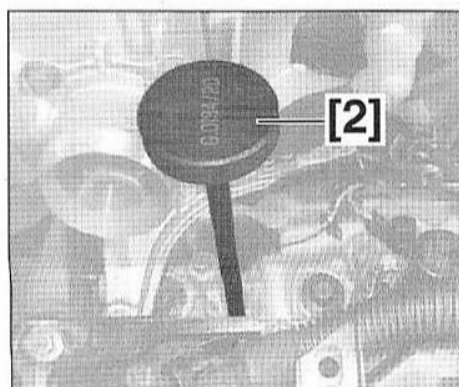

FIG.63
- Mettre en place l'outil [2] (Fig.63).